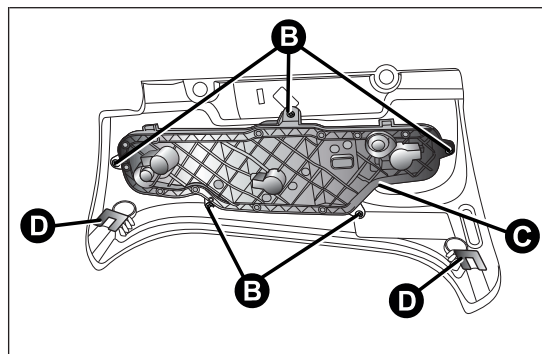

fig. 122
- svitare le cinque viti B dalle rispettive sedi ed estrarre il portalampana C fig. 122;